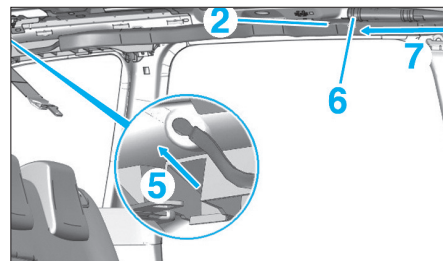

FIG. 9
- Dégager et déposer le brin arrière de coussin gonflable latéral de pavillon (2) suivant la flèche (5) à l'aide de l'outil plat non tranchant (Fig.9).
- Déposer la vis (6).
- Dégager et déposer le coussin gonflable latéral de pavillon (2) suivant la flèche (7).